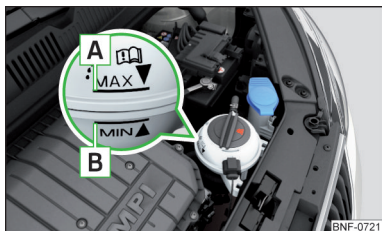

Рис. 140
Перевірте рівень охолоджувальної рідини - Рівень охолоджуючої рідини повинен знаходитися між позначками [A] та [B] » Рис. 140, Якщо рівень охолоджуючої рідини знаходиться нижче позначки [B], поповнити охолоджуючу рідину.
Найменування охолоджувальної рідини вказано на розширювальному бачку » Рис. 140.
- Не наливайте охолоджувальну рідину вище мітки [A] » Рис. 140. Охолоджуюча рідина може при нагріванні бути витиснена з системи охолодження - існує небезпека пошкодження деталей двигуна.